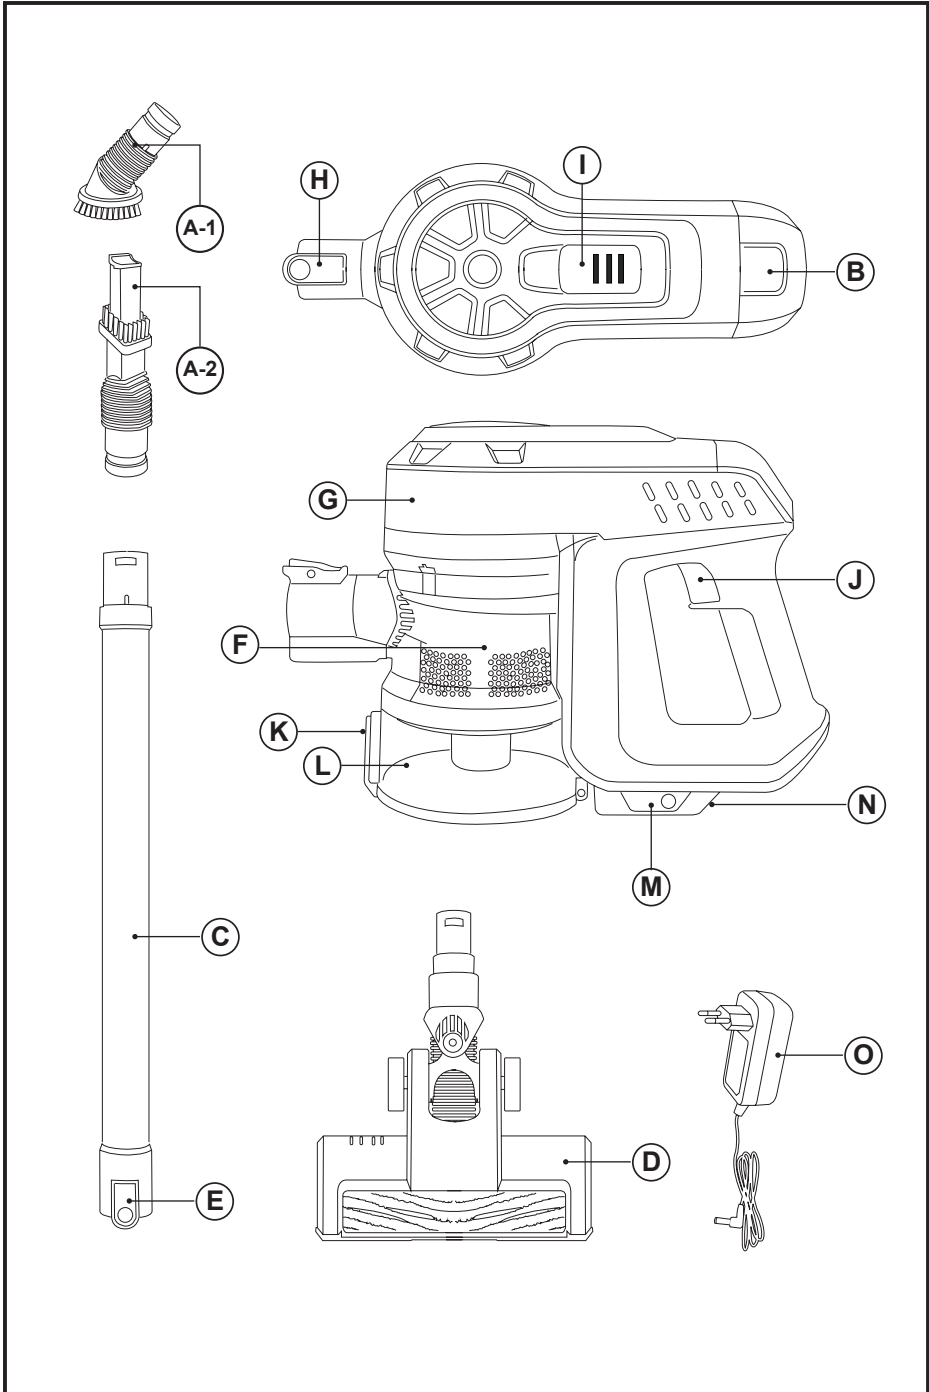

Fig.1
- Enchufar el cargador (O) a la red eléctrica.
- Enchufar el conector del cargador en la toma de corriente del aparato, situada en la parte inferior del aparato del asa dónde hay la batería de producto. (Fig.1)